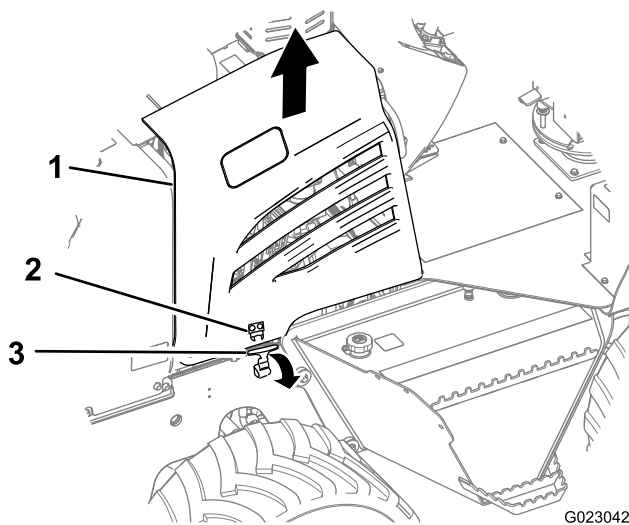

Bild 36
2. Ziehen Sie den Handgriff des Plattenriegels nach oben und lösen Sie den Riegel aus der Ankerhalterung (Bild 36).
3. Heben Sie die Seitenplatte gerade hoch und nehmen sie von der Maschine ab (Bild 36).
4. Ziehen Sie den Handgriff des Plattenriegels nach außen und drehen ihn nach oben, bis er mit der Ankerhalterung ausgefluchtet ist (Bild 36).